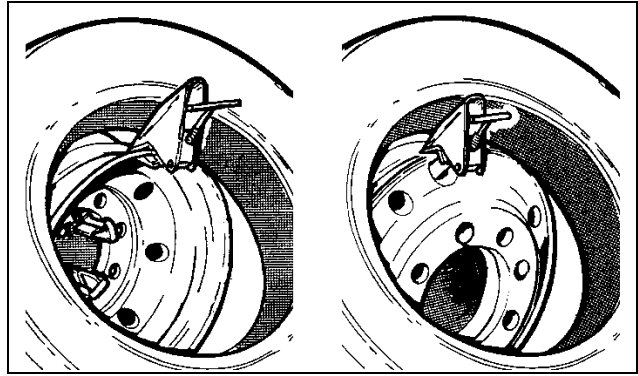

Abb.36 / 37
H. Handelt es sich um eine ALU-Felge, könnte die Form des Felgenhorns das Anbringen einer Standardmontageklemme unmöglich machen. In diesem Fall ist eine Spezialklemme für Alufelgen zu verwenden (Sonderzubehör). Diese Klemme kann dann wie in Abb.36 oder 37 gezeigt befestigt werden.